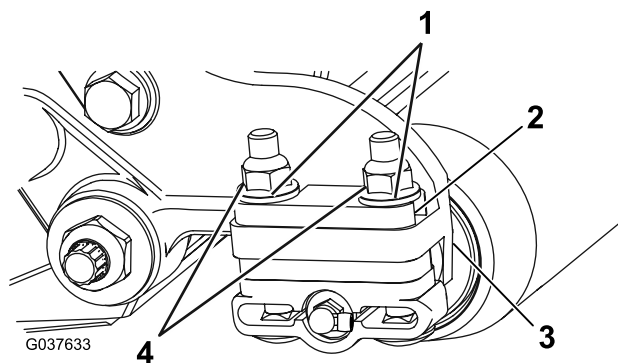

**Figura 3**
8. Togliete il raccordo d'ingrassaggio diritto sul lato anteriore della piastra laterale e installate il raccordo d'ingrassaggio a 90° nello stesso punto (Figura 3).